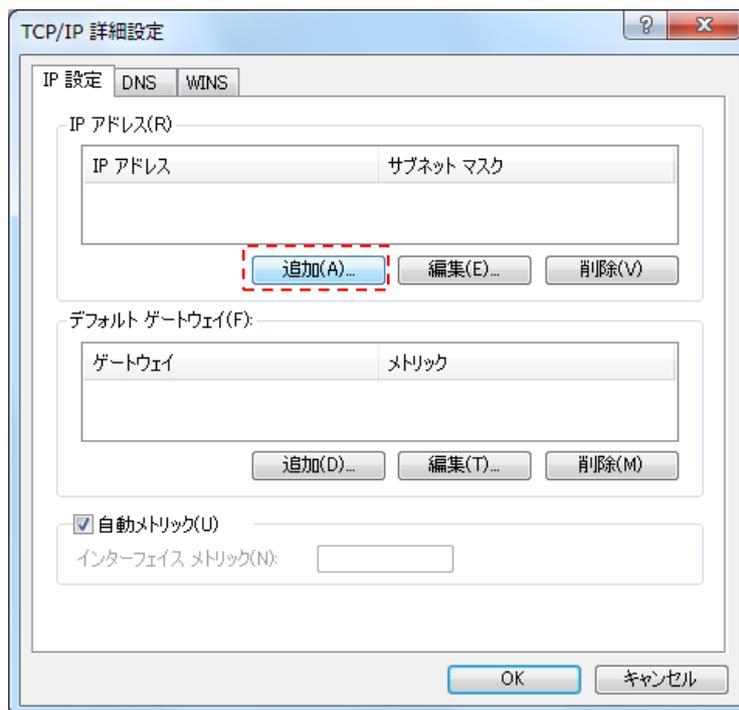

図 3-7 TCP/IP 詳細設定画面
手順⑤：TCP/IP 詳細設定画面より、項目「IP アドレス(R)」内の「追加(A)」をクリックしてください。(図 3-7)